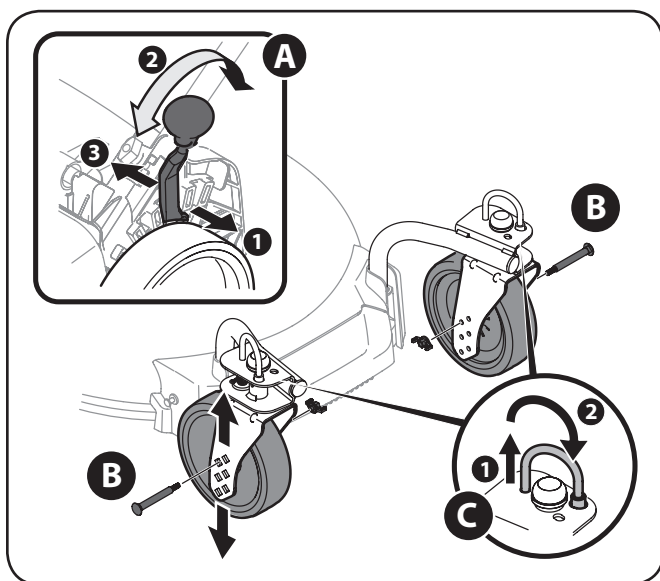

Figure 3-10
La hauteur des roues avant est déterminée par la position du boulon sur chaque fourche. Pour ajuster la hauteur des roues avant, consultez la Figure 3-10 (B) et procédez comme suit :